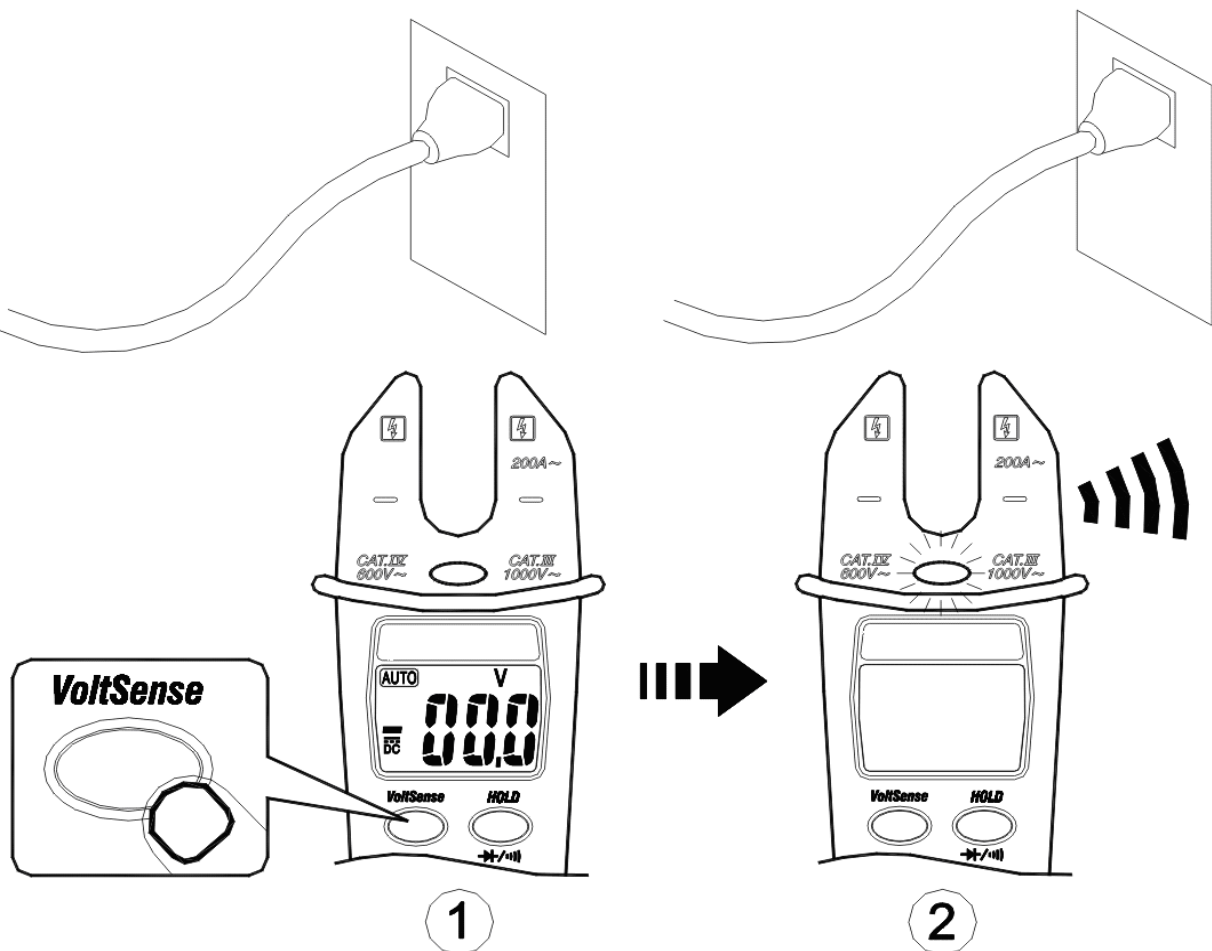

Fig. 4: Ved at holde på "VoltSense" knappen
2. Ved tryk på **VoltSense** knappen (se Fig. 4). Displayet går "sort", den røde LED vil blinke og en brummer lyd høres et kort øjeblik.
3. Ved at holde **VoltSense** knappen nede og flytte den åbne strømtang hen i nærheden af den installation man vil måle på, eller endnu bedre føre lederen ned i den åbne strømtang (se Fig. 4 – del 2). Den røde LED diode vil altid tænde og brummeren vil afgive lyd, hvis der detekteres AC eller DC spænding.